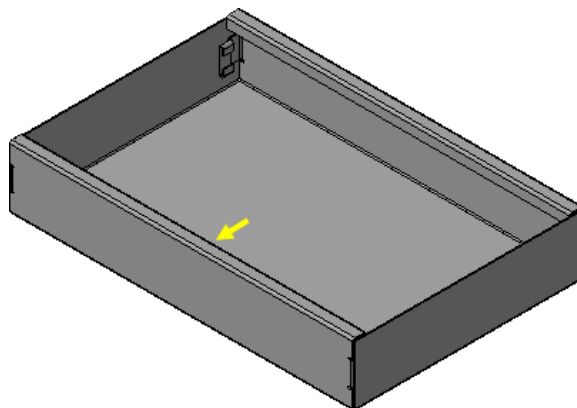

Рисунок 37.
- Создайте такие же сгибы на противоположной стенке (рис. 37).